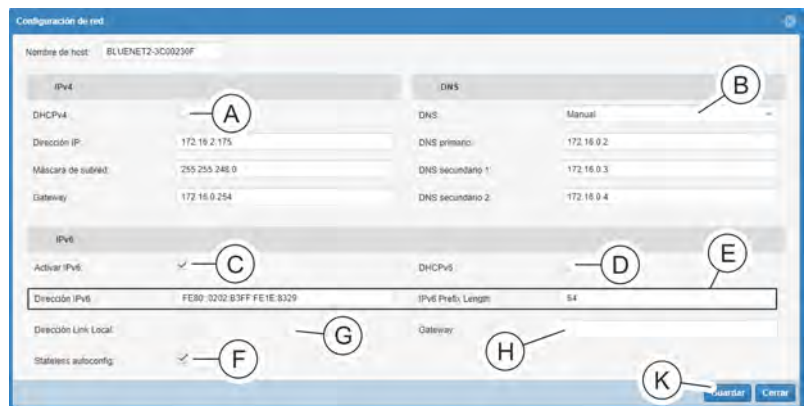

Fig. 135: Ventana "Configuración de red"
2. ➔ En el campo "IPv4" de la ventana "Configuración de red", marque la casilla de verificación "DHCPv4" (Fig. 135/A).
En el campo "DNS" (Fig. 135/B), seleccione el parámetro "Priorizar DHCPv4" o "Priorizar DHCPv6".
4. ➔ En el campo "IPv6", haga clic en la casilla de verificación "Activar IPv6" (Fig. 135/C) en caso necesario. Cuando "IPv6" está activado, se aplica automáticamente una dirección de enlace local "Dirección Link Local" (Fig. 135/G) a la PDU.
5. Si la casilla de verificación "Activar IPv6" está marcada, puede ser necesario marcar la casilla de verificación "DHCPv6" (Fig. 135/ⓐ).
Como alternativa, puede no marcar la casilla de verificación "DHCPv6" e introducir manualmente la dirección IPv6 e IPv6 Prefix Length (Fig. 135/ⓑ).
6. En caso necesario, introduzca en el campo "IPv6" una puerta de enlace (Fig. 135/ⓐ).
7. En caso necesario, marque en el campo "IPv6" la casilla de verificación "Stateless autoconfig" (Fig. 135/ⓑ).
8. Confirme la introducción con el botón "Guardar" (Fig. 135/ⓐ).